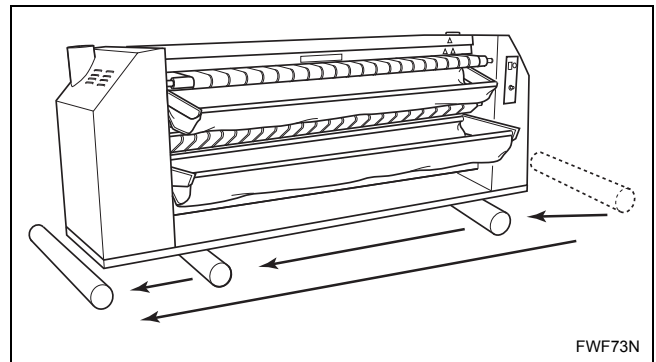

Figura 7
8. Haga rodar lentamente la planchadora hacia adelante para que pase sobre el primer rodillo, se quede sobre el segundo rodillo y se transfiera sobre el tercer rodillo. Consulte la *Figura 7*.